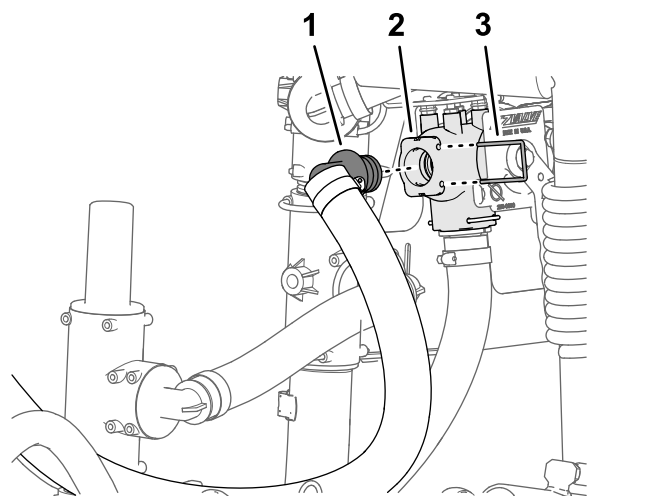

Figura 32
3. Montai fittingul inelat de 90° al furtunului de alimentare al ejectorului în orificiul deschis al supapei de închidere a ejectorului (Figura 32).
4. Fixai fittingul inelat la supapa de închidere cu ajutorul unui opritor (Figura 32).